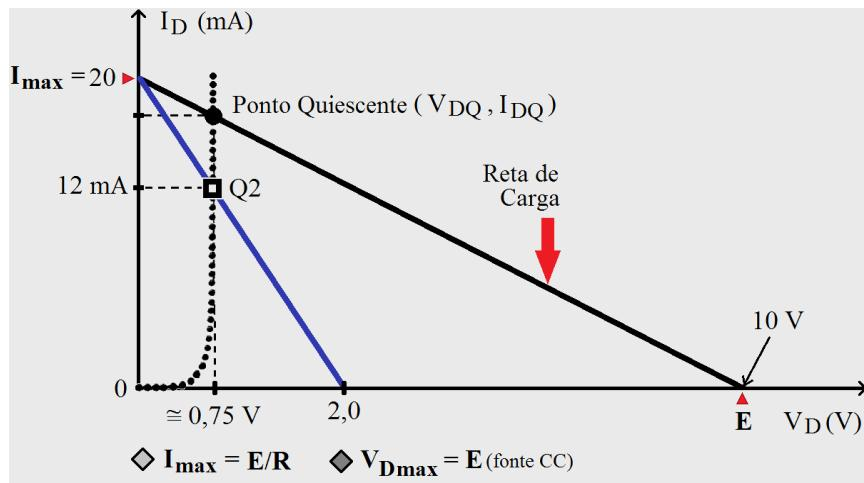

Figura 1.60 – Reta de carga do diodo (Exemplo 5).
► **Exemplo 5** – Em um circuito com diodo, foram feitas algumas alterações, de modo que a sua reta de carga, que antes interceptava o eixo de  $V_D$  em 10 V, agora intercepta em 2,0 V (Figura 1.60).